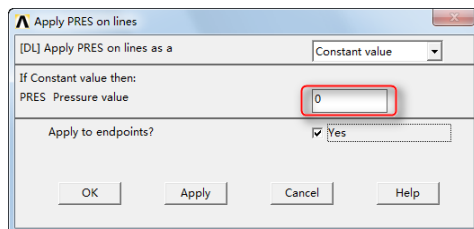

图 5-55 “Apply PRES on lines”对话框
③定义出口处的压力边界条件：依次选择 Main Menu→Preprocessor→Loads→Define Loads→Apply→Fluid/CFD→Pressure DOF→On Lines，会弹出“拾取”对话框。拾取出口矩形的右边，单击“OK”按钮，弹出“Apply PRES on lines”对话框，如图 5-55 所示。在“Apply PRES on lines”对话框中“PRES Pressure value”后输入 0，单击“OK”按钮关闭“Apply PRES on lines”对话框。